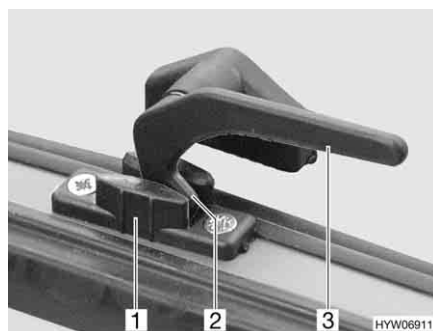

Fig. 30 Leva di serraggio in posizione "Aerazione continua"
- In posizione di "Aerazione continua" (Fig. 30)
- Ruotare la leva di serraggio (Fig. 30,3) di un quarto di giro verso il centro della finestra.
- Ruotare la leva di serraggio di un quarto di giro verso il telaio della finestra. Riportare contemporaneamente il nasello di chiusura (Fig. 30,2) nella rientranza della chiusura della finestra (Fig. 30,1).